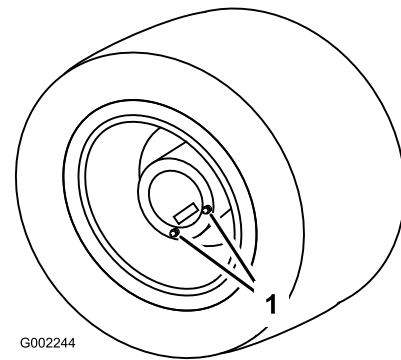

Figura 48
1. Coloque el pulverizador sobre una superficie nivelada con las ruedas traseras posicionadas para el drenaje, según muestra Figura 48.
3. Coloque un recipiente debajo de los tapones de vaciado y retire éstos de la rueda (Figura 48).